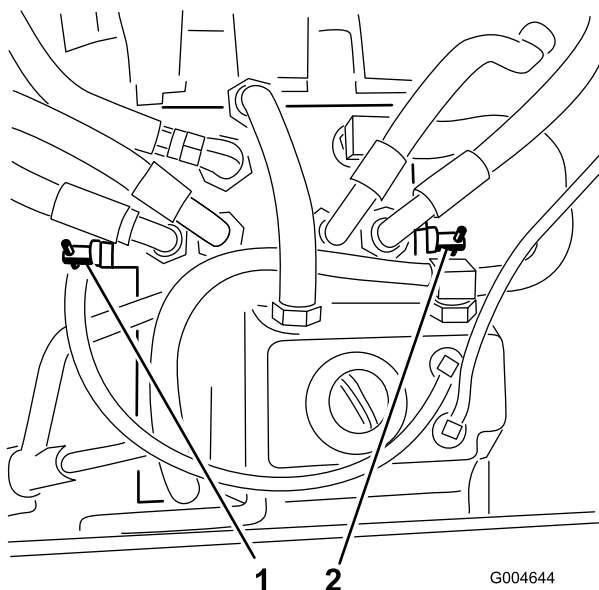

図 35
3. 各バイパス・バルブを左回りに1回転させる(図 35)。
各バイパス・バルブを右回りに1回転させ、手で普通に締めてください（締め付けトルクで約 $8 \text{ N}\cdot\text{m}$ ($0.8 \text{ kg}\cdot\text{m}$)）（図 35）。